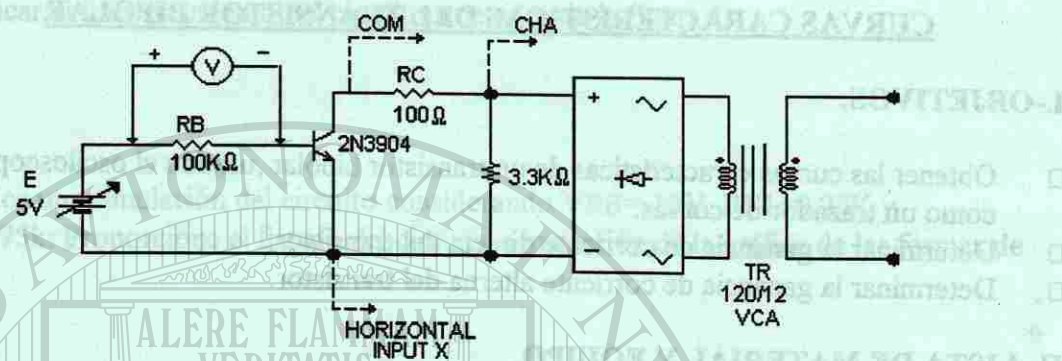

Figura 1. Circuito para obtener curvas características del transistor.
El circuito de la figura 1, permite por el lado del circuito base-emisor, ajustar el valor de la corriente de base. Por ejemplo, si la fuente E se ajusta de tal modo que la caída en  $R_B$  sea de 2V, entonces la corriente de base es de  $20\mu A$ .
- 1.-Implementar el circuito de la figura 1.